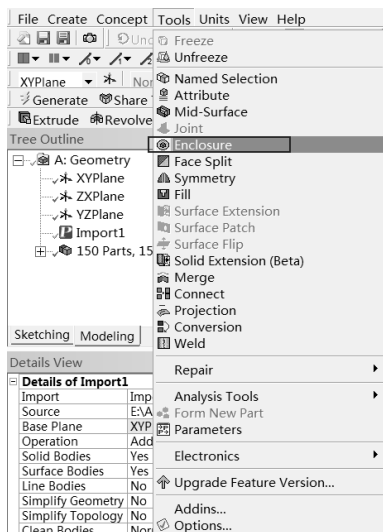

图 2-75 Enclosure 命令
Step4：选择 Tools Enclosure 命令，如图 2-75 所示，此时会在模型树中出现一个 Enclosure 命令。